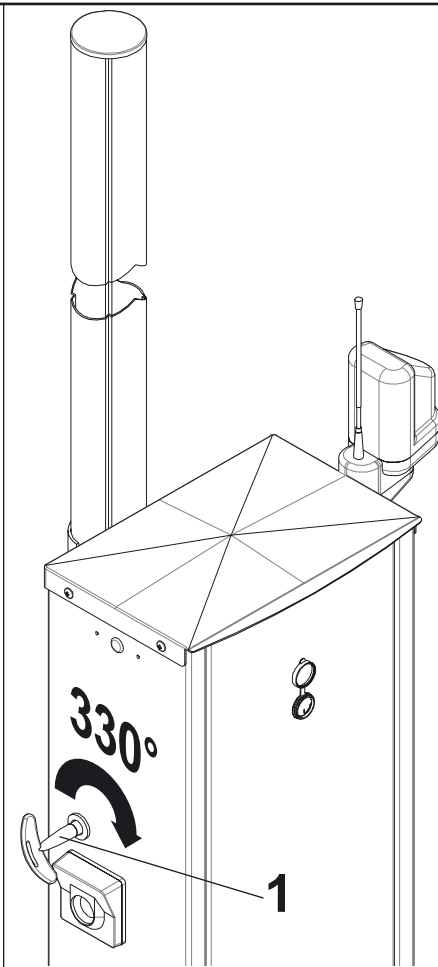

fig. 7
- 1\_ den mitgelieferten Entriegelungshebel (1, Abb. 7) einstecken;